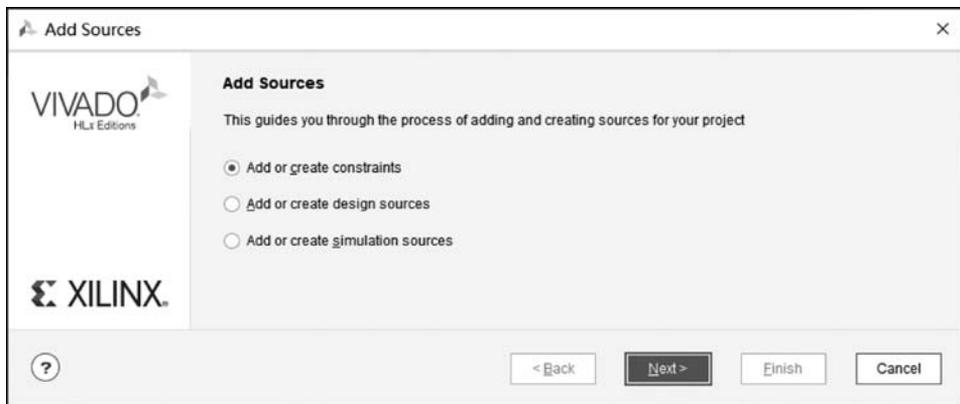

图 3.23 创建约束文件
(1) 在 Flow Navigator 中选择 PROJECT MANAGER 下的 Add Sources 选项(或右击约束子目录下的文件夹,选择 Add Sources...),打开如图 3.23 所示的 Add Sources 界面,选中第一项 Add or create constraints 单选按钮,单击 Next 按钮。